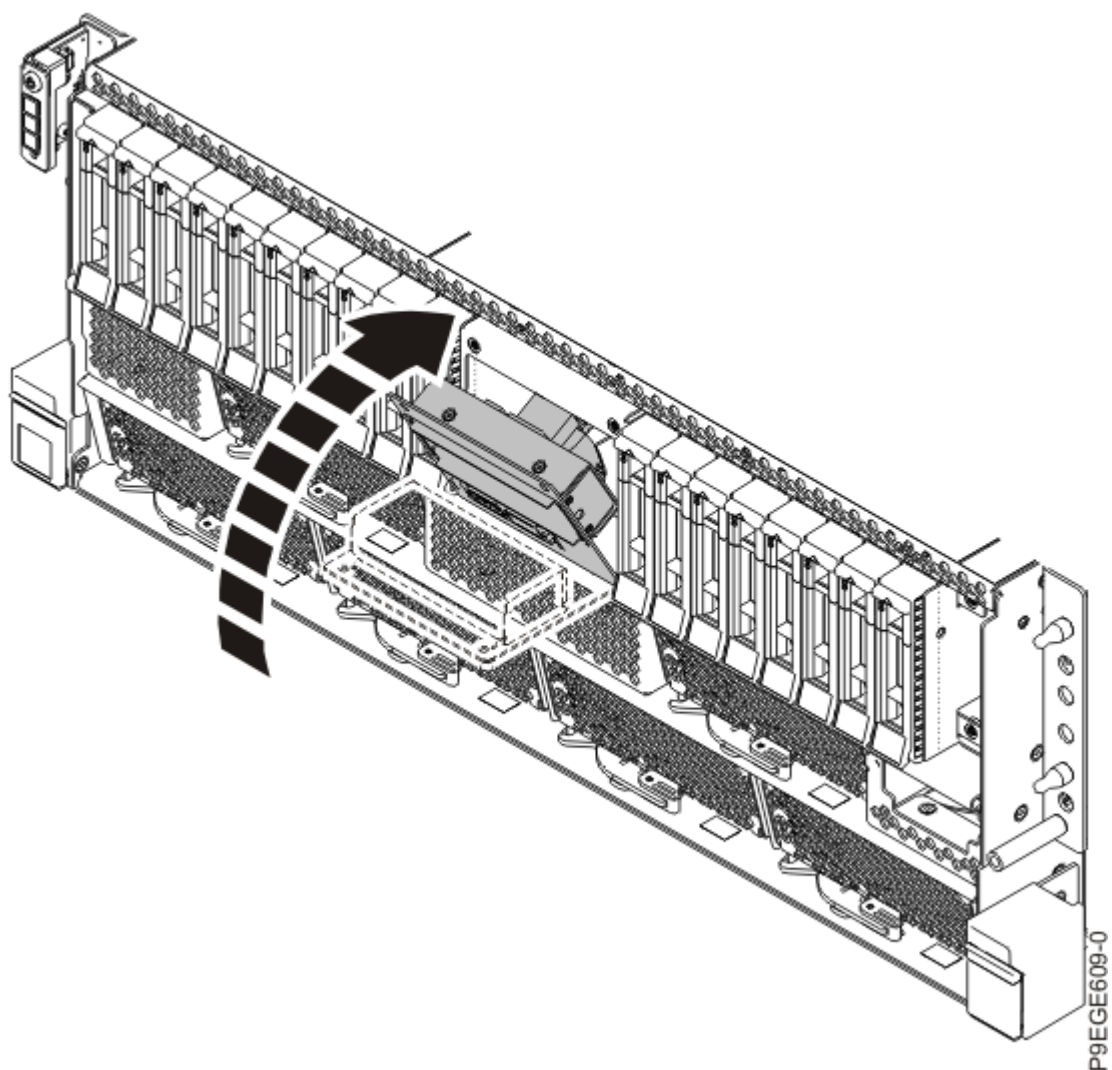

図 24. シャーシへの前面 USB ホルダーの再取り付け
4. 前面 USB ケーブルおよびホルダーをシャーシに挿入します (26 ページの図 24 を参照)。